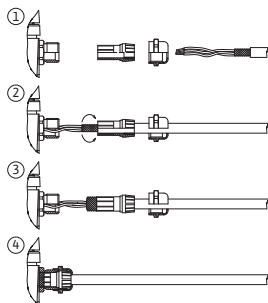

Fig. 29: Afskærmning
Afskærmningen forbindes med kabelgennemføringen på elektronikmodulet. Se Fig. 29.
Kablerne til de digitale og analoge indgange samt buskommunikation skal være afskærmet ved hjælp af kabelgennemføringens metalkabelforskruning (Fig. 21, pos. 4, 5 og 6). Afskærmning, se Fig. 29.